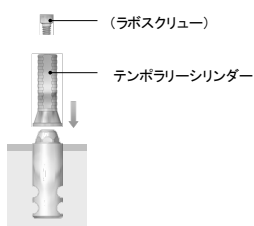

図5-3
(3) 暫間補綴物の作製
- (a) テンポラリーシリンドラーを模型上のアナログに固定する（図 5-3）。